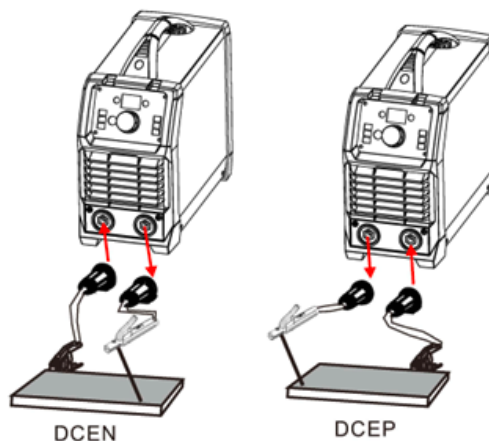

Bild 6
- Schließen Sie das Schweißkabel und Massekabel an. Je nach Polarität der zu verschweißenden Elektrode die Schweißkabelstecker der beiden Kabel in die jeweilige Buchse (+/-) am Schweißgerät stecken und durch Drehen im Uhrzeigersinn fixieren. Das Elektrodenhalterkabel immer am empfohlenen Schweißpol (siehe Elektrodenverpackung) DCEN (Elektrodenhalter -) DCEP (Elektrodenhalter +) anschließen. (siehe Bild 6)